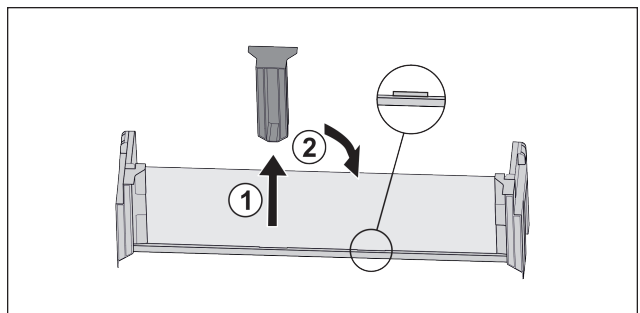

Fig. 19
- ▶ Extraire la pièce de retenue centrale Fig. 19 (1).
- ▶ Insérer la pièce de retenue centrale en deuxième position Fig. 19 (2).